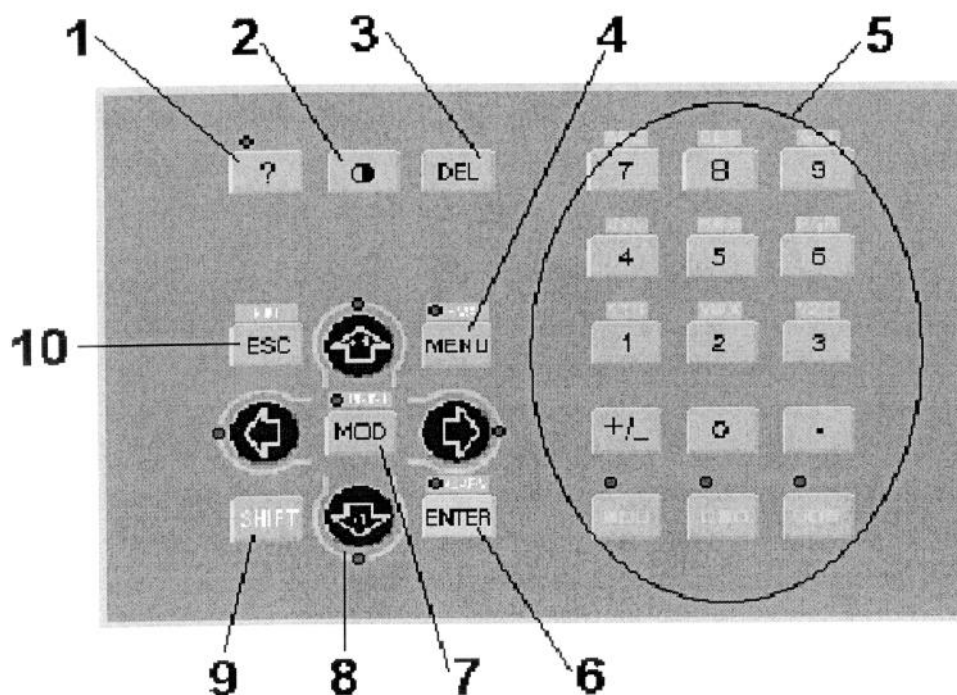

рис.2
3. **Сервисные кнопки** (системные кнопки, алфавитно-цифровые кнопки) служат для ввода значения изменяемых полей ввода, перехода на системные страницы настройки терминала (Рис. 2). Активные кнопки «подсвечены» светодиодами.